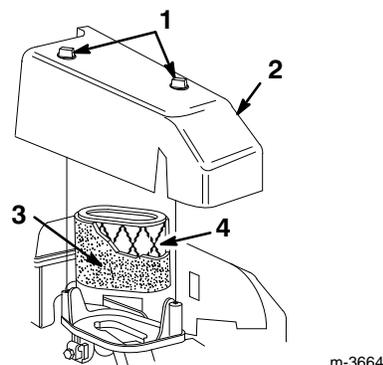

Figure 22
3. Retirer les deux boutons de fixation du couvercle du filtre à air au moteur (Fig. 22).
4. Déposer le couvercle et le nettoyer soigneusement (Fig. 22).
6. Si le préfiltre est sale, le laver prudemment avec de l'eau et un détergent doux, puis le rincer à l'eau claire et le laisser sécher (Fig. 22).
8. Remonter le préfiltre sur la cartouche en papier (Fig. 22).
9. Replacer le couvercle du filtre à air (Fig. 22).
10. Serrer les deux boutons pour fixer solidement le couvercle (Fig. 22).